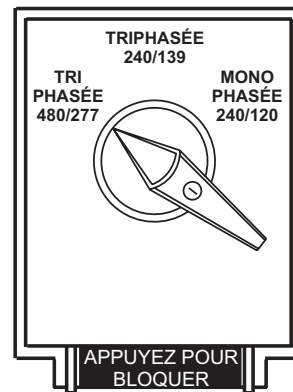

Figure 25. Commutateur de Sélection de Tension 480/277V, Position Triphasée
1. Placez le commutateur de sélection de tension à la position 3Ø 480/277 comme l'indique la Figure 25.